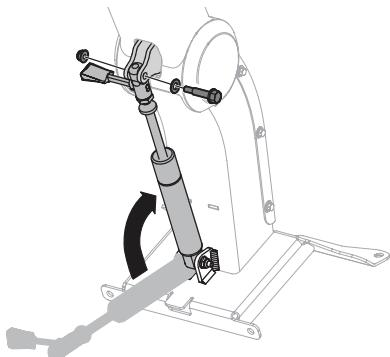

Figure 8
4. Tenez-la en position relevée et, de l'autre main, relevez le cylindre en prenant soin d'aligner les trous sur le haut du cylindre avec ceux sur les plaques de montage sous la colonne de direction (Figure 8 on page 79).
5. Placez, de droite à gauche, la rondelle plate et le boulon à épaulement dans les trous alignés à l'étape 4. Fixez-les avec l'écrou autobloquant à bride. Serrez le boulon à un couple de 14 à 16 N m (de 120 à 144 po-lb) (Figure 8 on page 79).